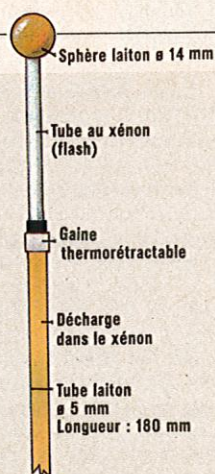

Figure 29. Tube à xénon.
- Le tube au xénon ; il s'agit d'un gaz rare présent dans l'atmosphère et qui est utilisé dans les lampes à flash destinées à la photo. Nous l'avons monté et collé dans un tube de laiton de 5 mm (18 cm de long) comme décrit **figure 29**. Un petit morceau de gaine thermorétractable enserme sa base collée à la cyanocrylate. La même colle est employée pour assembler la boule de laiton qui surmonte le tout.